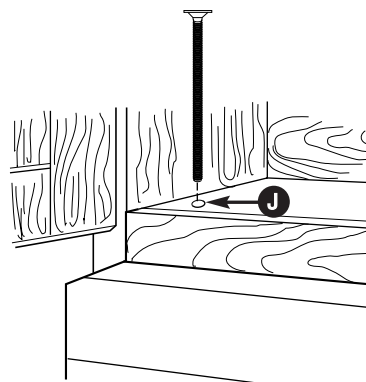

Figura 32
3. Inserte un perno a través de cada agujero en la parte inferior del gabinete superior. Consulte la Figura 32. Apriete los pernos hasta que se cierre el espacio entre el gabinete superior y el horno microondas.